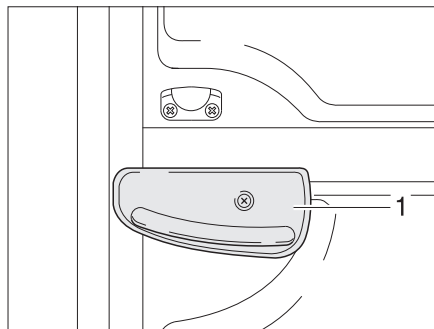

Fig. 22 Levier de verrouillage sur la partie inférieure de la porte
- Verrouiller la partie inférieure de la porte. Tourner le levier de verrouillage (Fig. 22,1) d'un quart de tour dans le sens des aiguilles d'une montre.